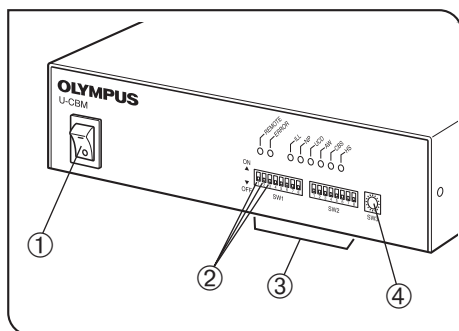

図 1
1 DIPスイッチの動作設定 (図 1)
DIP SW1-1/2②(図1)
DIP-SW1-4~8/DIP-SW2-1~8③(図1)
観察法選択用ロータリースイッチ④(図1)
- ・プラスドライバでロータリースイッチ④を回して顕微鏡の設定を行います。